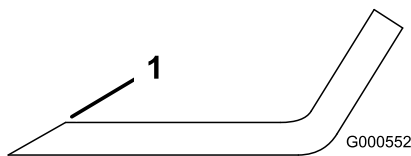

Figura 116
- Utilice una lima para afilar el filo de corte en ambos extremos de la cuchilla (Figura 116).
Nota: Si la cuchilla no está equilibrada, rebaje algo el metal en la parte de la vela solamente con una lima (Figura 116).